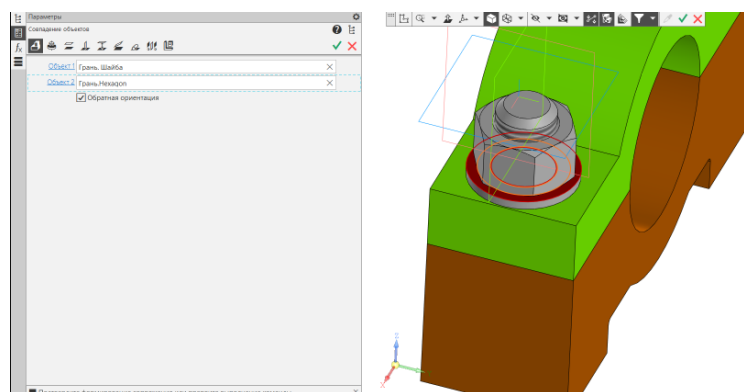

Рис. 29 Операции «Соосность» и «Совпадение» для Гайки
3) Для элементов Гайка ГОСТ ISO 4032–M20 установить зависимость «Соосность» со Шпилькой, «Совпадение» с Шайбой (рис. 29).